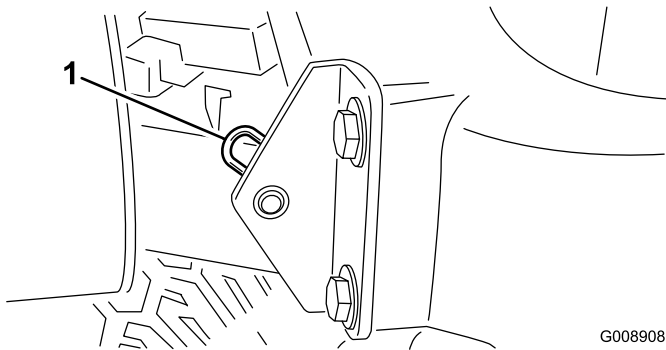

Figura 49
2. Retire o contrapino que fixa a articulação do capot aos suportes de montagem (Figura 49).